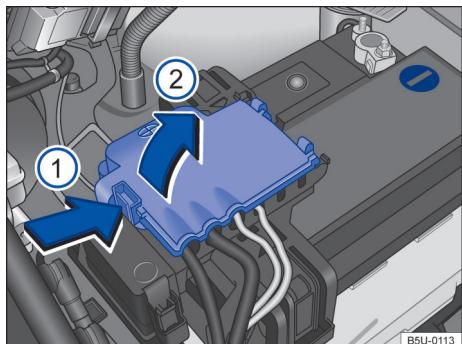

Fig. 123 Compartimento do motor: acesso ao terminal positivo da bateria.
→ Fig. 123 (1), rebater a cobertura para o lado no sentido da seta (2).